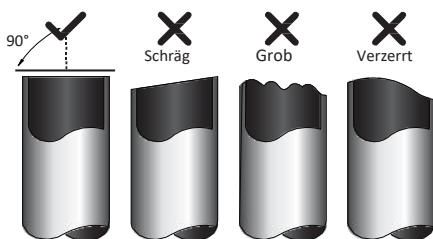

Abb. 7.4
1. Das Rohr muss in einem perfekten 90° Winkel geschnitten werden. Siehe Abb. 7.4 für Beispiele schlechter Schnitte